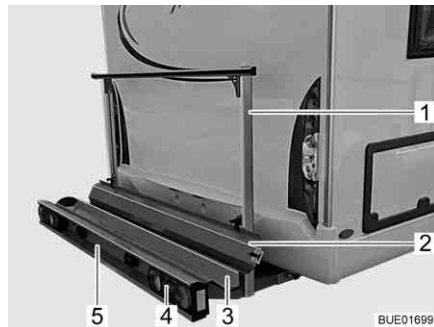
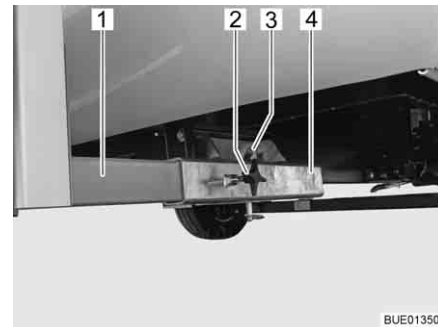

Bild 7 Lasthållare
Bild 8 Fäste på fordonet
Lasthållaren (Bild 7) är avsedd för en motorcykel eller en moped med en vikt på upp till 130 kg.
- Bärplatta (Bild 7,3) och hållbygel (Bild 7,1) med fäste på fordonet (Bild 8)
- Bakljus (Bild 7,4)
- Numnerplåtsbelysning (Bild 7,5)
- Uppkörningssskena (Bild 7,2)
Lasthållarens två längsgående balkar (Bild 8,1) fixeras med vingskruvar (Bild 8,2) i fyrkantfästena (Bild 8,4) i fordonsgolvet. Lasthållaren säkras med en sprint (Bild 8,3) med låsring.